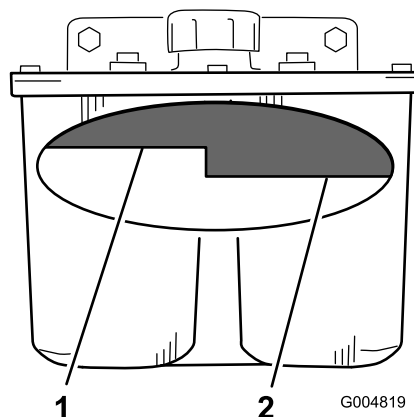

Figura 77
4. Limpie la zona alrededor del cuello de llenado del depósito de aceite hidráulico (Figura 77).
5. Retire el tapón del cuello de llenado y mire dentro para ver si hay fluido en el depósito (Figura 77).
- Nota:** El nivel de aceite debe llegar a la parte superior del nivel caliente del tabique cuando el aceite está caliente (Figura 77).